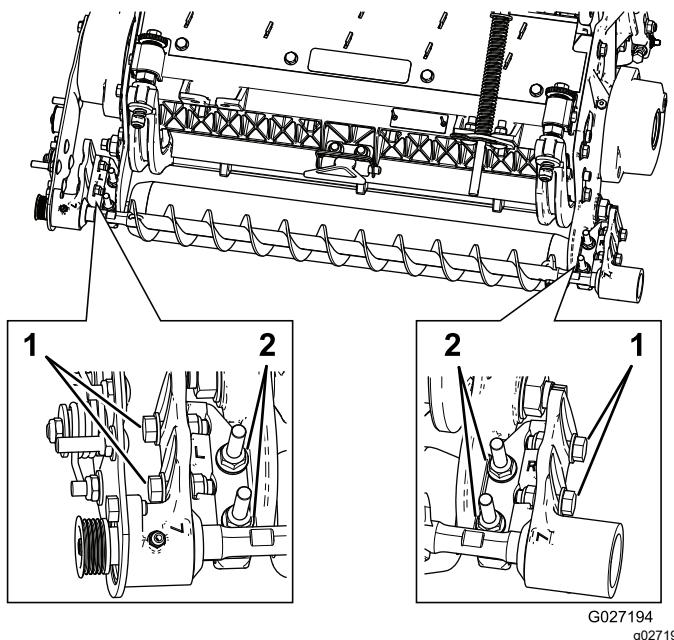

図 13
- A. ローラブラシ取り付けブラケットをカッティングユニットのサイドプレートに固定しているフランジナット2個をゆるめる図 13。
- B. ブラシプレートがカッティングユニットユニットのサイドプレートに平行になるまでローラブラシベアリングハウジングを回転させる図 13。
- C. ローラブラシ取り付けブラケットをカッティングユニットのサイドプレートに固定しているフランジナット2個を締め込む図 13。
1. 各ローラブラシベアリングハウジングをローラブラシ取り付けブラケットに固定しているボルト2本をゆるめる図 13。